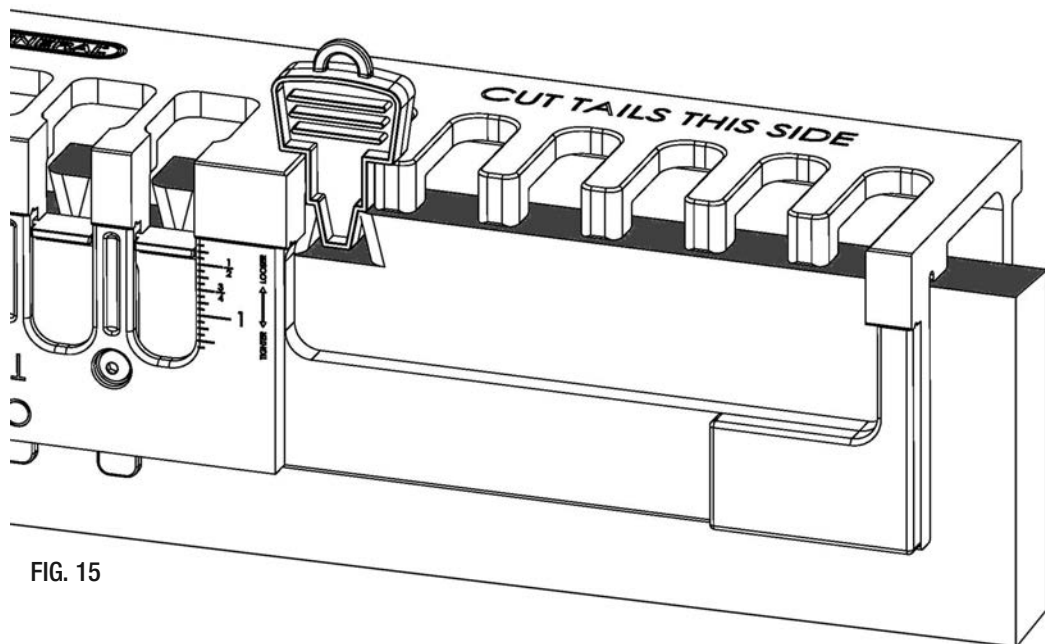

FIG. 15
3. Insérez l'outil d'alignement dans la fente pour bien aligner le bois avec le gabarit. (FIG. 15)